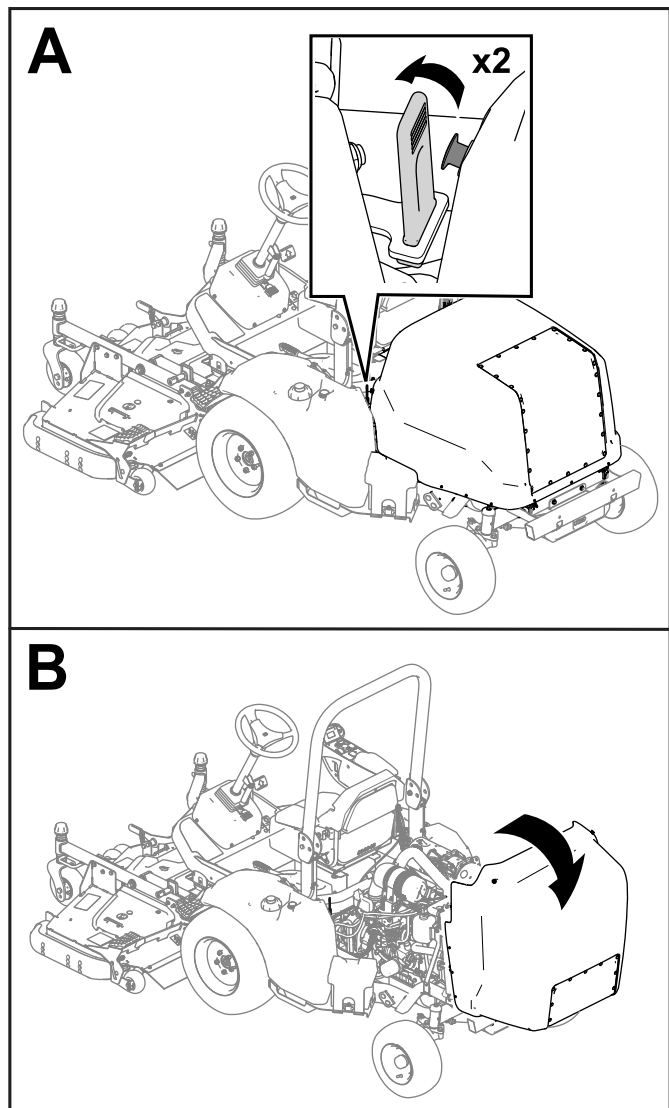

Рисунок 44
1. Отсоедините фиксаторы с каждой стороны машины (Рисунок 44).
2. Поднимите капот (Рисунок 44).